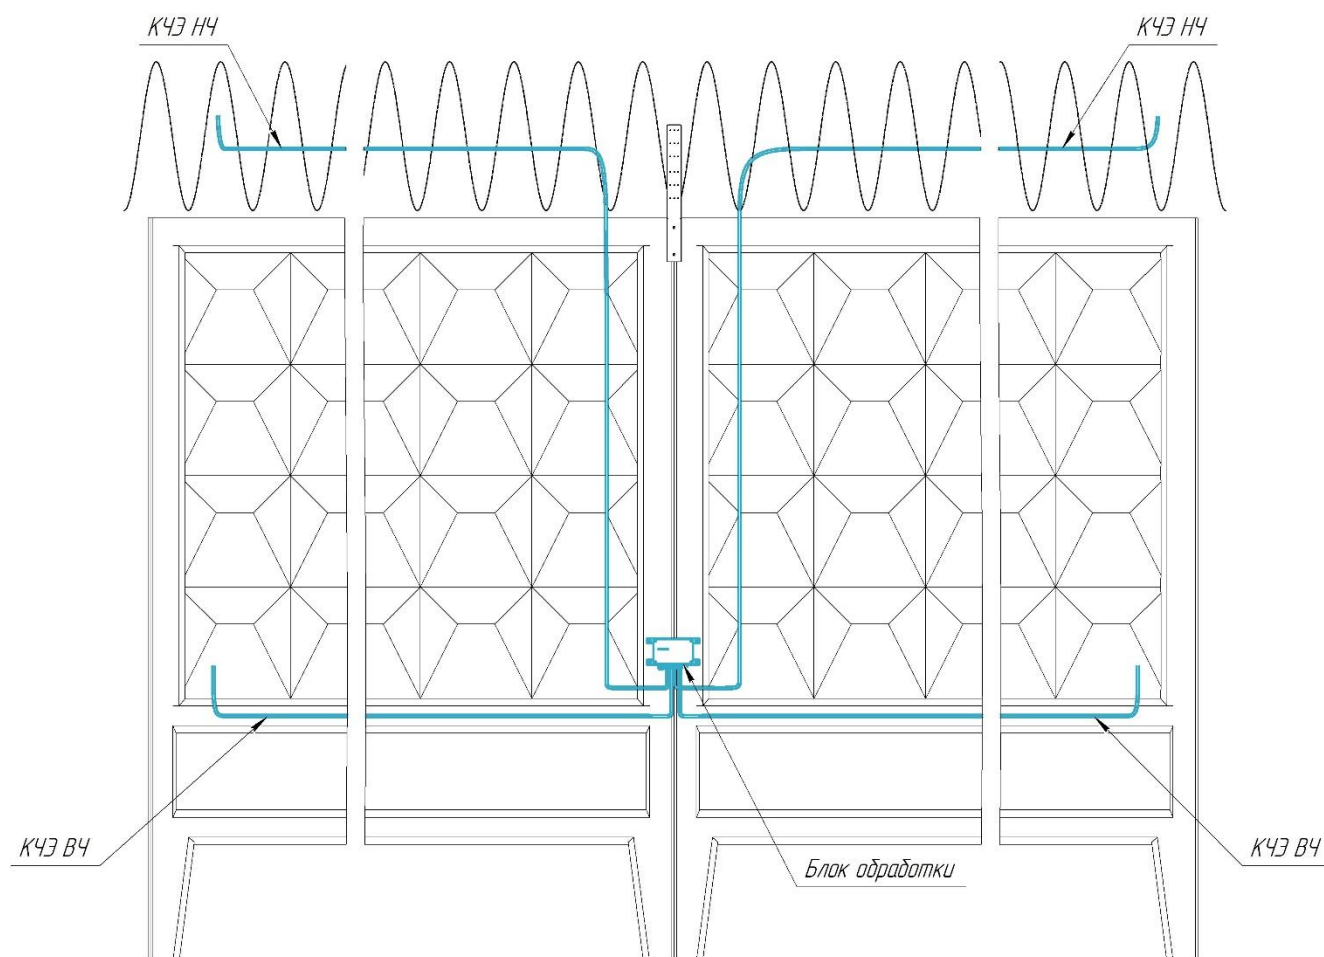

Рисунок 8
3) кабельные ЧЭ НЧ проложить вдоль АКЛ и АСКЛ крепить жестко на равноудаленном расстоянии от краев АКЛ или АСКЛ пластинами из состава комплекта монтажных частей КМЧ-СК или комплекта монтажных частей КМЧ-СП (Рисунок 8). Комплект монтажных частей КМЧ-СК и комплект монтажных частей КМЧ-СП в состав не входят, приобретаются отдельно.